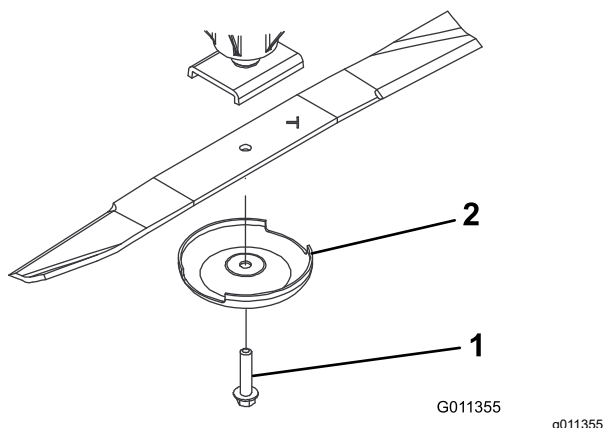

Figura 126
3. Togliete il bullone, la coppa antistrappo e la lama dall'asse del perno (Figura 126).